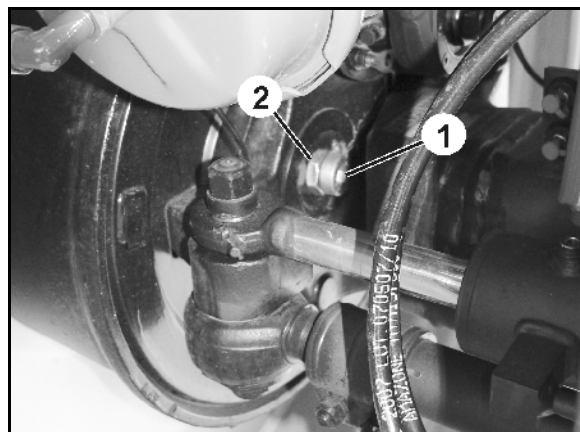

Fig. 40
2. Apertar os parafusos limitadores (Fig. 40/1) no tambor do travão e fixar com a contraporca (Fig. 40/2).